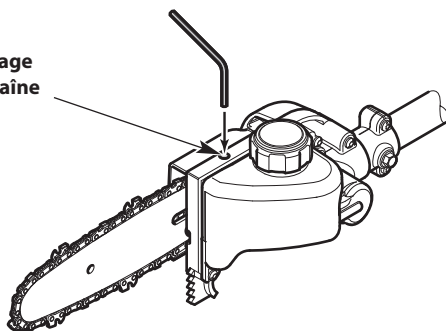

Fig. 18
1. Insérez une clé Allen de 3/32 po dans la vis de réglage d'huile à chaîne (Fig. 18).